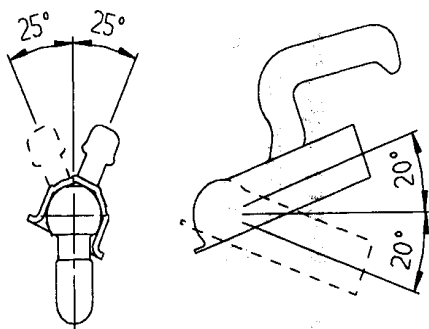

Рис. 1
1.4 Угол отклонения сцепной головки не должен превышать по вертикали $\pm 25^\circ$ и по горизонтали $\pm 20^\circ$ (рисунок 1). **Превышение угла отклонения влечет за собой перегрузку деталей. В этом случае безопасность не гарантируется.**